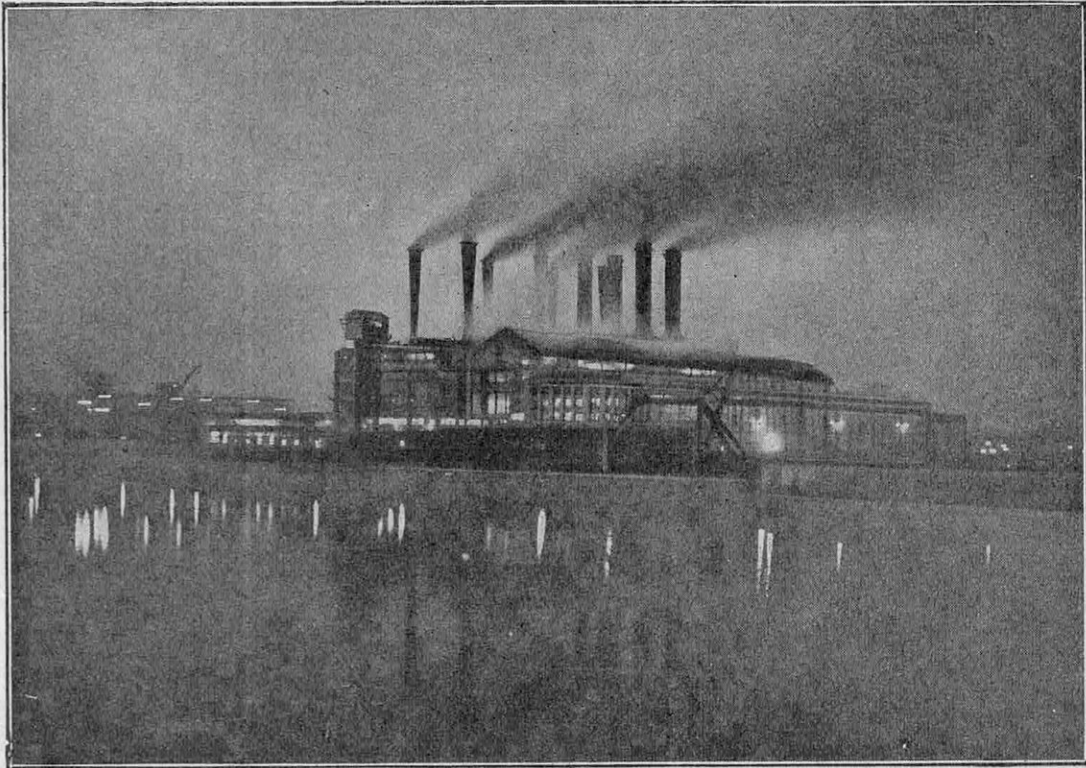

FIG. 4. — LA SUPERCENTRALE ÉLECTROTHERMIQUE DE GENNEVILLIERS, PRÈS DE PARIS
90.000 volts de la Compagnie du chemin de fer de Paris à Orléans (1), reliées, d'autre part, aux usines hydroélectriques d'Éguzon (2) (Indre) et de Coindre (Cantal) dont la production est absorbée, en grande partie, par la traction électrique sur la ligne Paris-Vierzon.
La production de l'énergie distribuée par ce réseau est assurée, principalement, par la supercentrale de Gennevilliers dont la figure 4 donne une vue d'ensemble (3). Construite en 1921, cette usine, dotée des derniers perfectionnements de la technique, a remplacé toutes les
(1) Voir *La Science et la Vie*, n° 118, page 270.
(2) Voir *La Science et la Vie*, n° 110, page 108.
(3) Voir *La Science et la Vie*, n° 63, page 3.